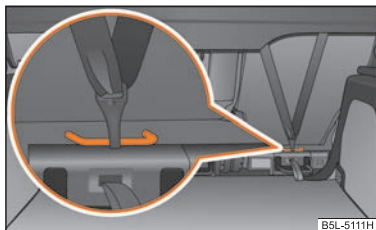

Fig. 153 Asiento posterior: Top Tether
Para aumentar la seguridad de los niños, los asientos posteriores exteriores, como también el del centro (sólo válido para algunos países) disponen de serie del sistema de sujeción “Top Tether”, en la parte trasera del respaldo ⇒ fig. 153.
- Fije los asientos infantiles con el sistema “Top Tether” solamente en los puntos prescritos ⇒ fig. 153.